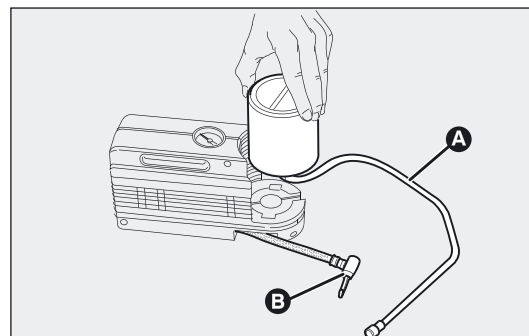

fig. 148
- ☐ maak de koppeling B-fig. 148 los;